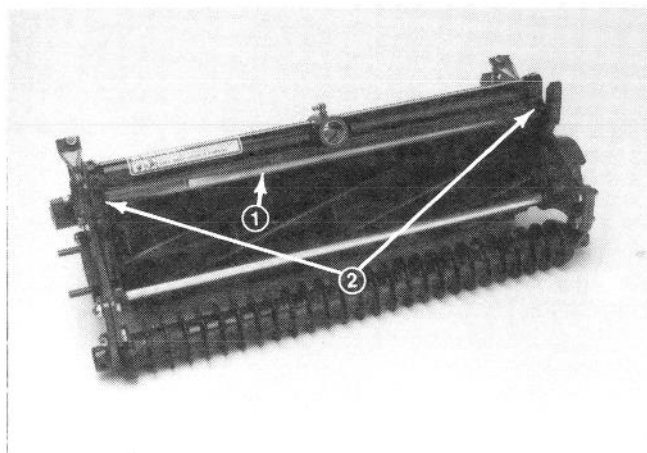

Fig. 15
1. Indstil klippeenheden i den normale klippeposition (Fig. 15).
2. Løsn skruerne og møtrikkerne, der fastholder skjoldet på hver sideplade. Indstil skjoldet i den ønskede højde og spænd monteringsdelene (Fig. 15).